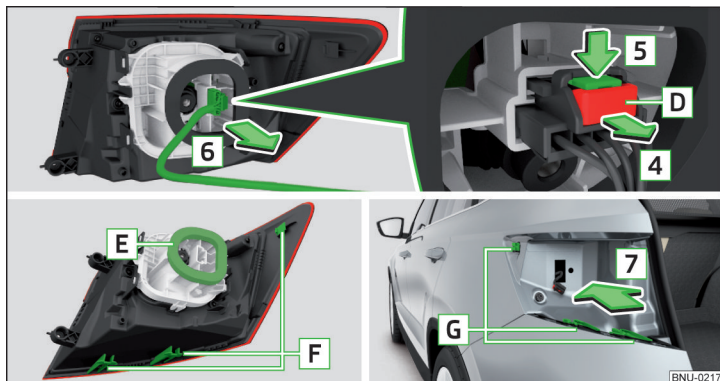

Fig. 344 Retirar el enchufe / Instalar la lámpara
- › Tirar el enclavamiento **D** en el conector en el sentido de la flecha **4** » fig. 344.
- › Introducir el conector contra el sentido de la flecha **6** » fig. 344 en la luz.
- Considerar que en la reinstalación de las luces del grupo de conductos entre la carrocería y las luces no se aprisionen, y que la junta **E** » fig. 344 es colocada correctamente - de lo contrario existe el peligro de la entrada de agua y del daño de la instalación eléctrica.